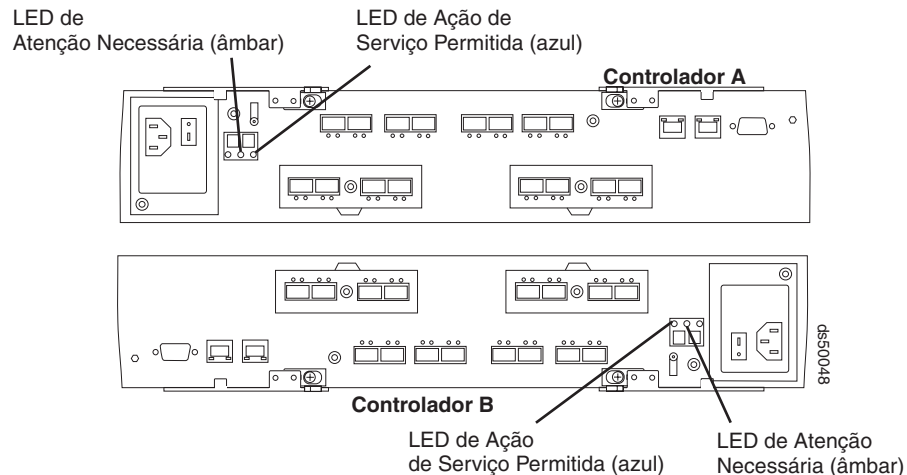

Figura 119. LEDs de Atenção Necessária e de Ação de Serviço Permitida do Controlador RAID
- Substituindo um controlador com falha, localize-o verificando os LEDs de status de Atenção Necessária nos controladores no subsistema de armazenamento (consulte Figura 119 na página 207). Vá para a etapa 5 na página 207.
A Figura 119 mostra o local do LED de status de Ação de Serviço Permitida na parte traseira de um controlador).